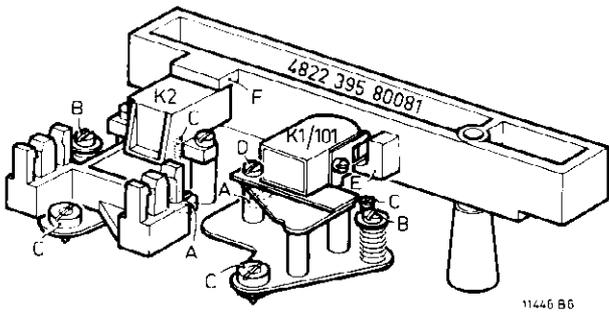

Fig. 9
I. Remplacement du bloc de la tête enregist./reprod. ou de la tête effacement (fig. 9)
a. Hauteur de la tête enregist./repro. (fig. 9)